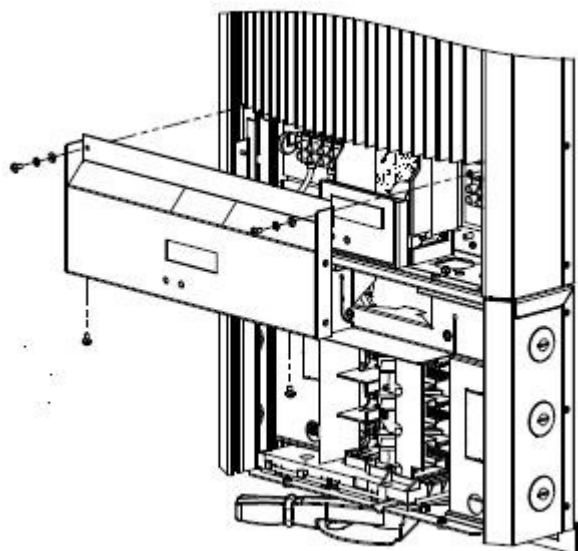

Figura 6-2: Montagem da tampa do painel
5. Remova a tampa da caixa de conexões (veja figura 3-4) e a tampa do painel do *display* (veja figura 6-2) e use então um voltímetro adequado em todas as linhas e terminais para confirmar que a energia está desligada;
4. Remova a tampa do painel do *display* (ver figura 6-2), localizada abaixo do dissipador de calor. Use uma chave Philips para remover os dois parafusos externos e arruelas e os dois parafusos da quina inferior da tampa.
2. Remova a tampa da caixa de conexões e remova a tampa do painel frontal. Veja figura 3-4 e figura 6-2;
3. Se ainda não foi removida, remova a tampa do painel frontal do Inversor. Veja a figura 6-2;